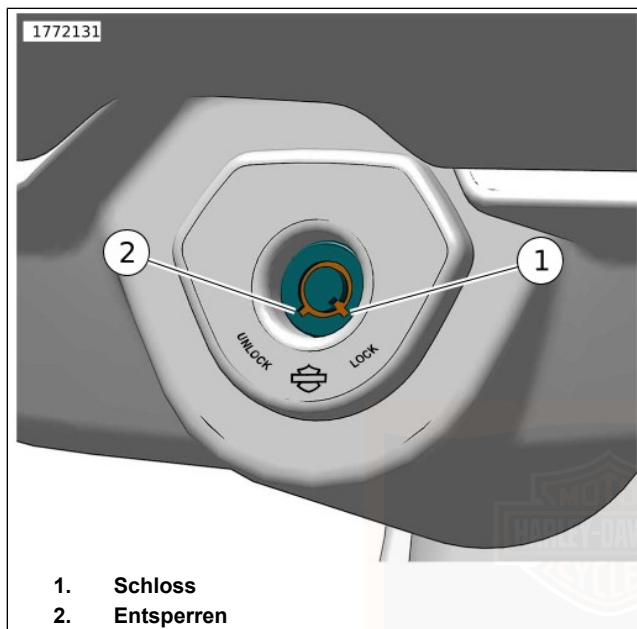

Abbildung 25. Gabelschloss
Siehe Abbildung 25. Das Gabelschloss befindet sich auf der Instrumententafel. Wenn das Gabelschloss sofort nach dem Parken des Motorrads gesperrt wird, erschwert dies die unbefugte Benutzung oder einen Diebstahl. Das Lenkerschloss kann mit dem Schlüssel ver- und entriegelt werden.
2. Siehe Abbildung 25. Den Schlüssel einstecken und eine Viertelumdrehung gegen den Uhrzeigersinn drehen, um den Knopf zu sperren. Den Schlüssel abziehen.
1. Siehe Abbildung 25. Den Schlüssel einstecken und eine Viertelumdrehung im Uhrzeigersinn drehen, um den Knopf zu entsperren. Den Schlüssel abziehen.